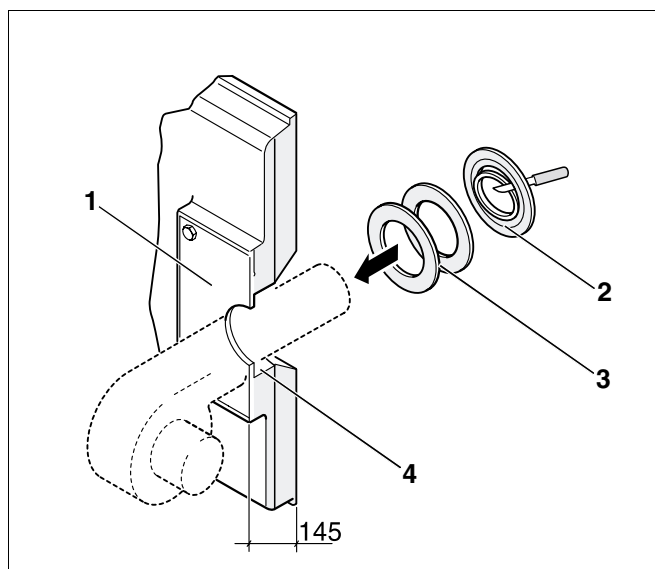

Рис. 66 Монтаж горелки (размер в мм)
- В стальной пластине под горелку (рис. 66, **поз. 1**) на месте монтажа просверлить или вырезать автогеном отверстие в соответствии с требуемым диаметром трубы горелки (\varnothing макс. 270 мм). Просверлить отверстия для крепления горелки в соответствии с расположением отверстий на соединительном фланце горелки.
- Вырезать изолирующие кольца в соответствии с диаметром трубы горелки (рис. 66, **поз. 2**).
- Уложить в щель между теплоизоляцией дверцы горелки и трубой горелки (рис. 66, **поз. 4**) соответствующие изолирующие кольца (рис. 66, **поз. 3**).